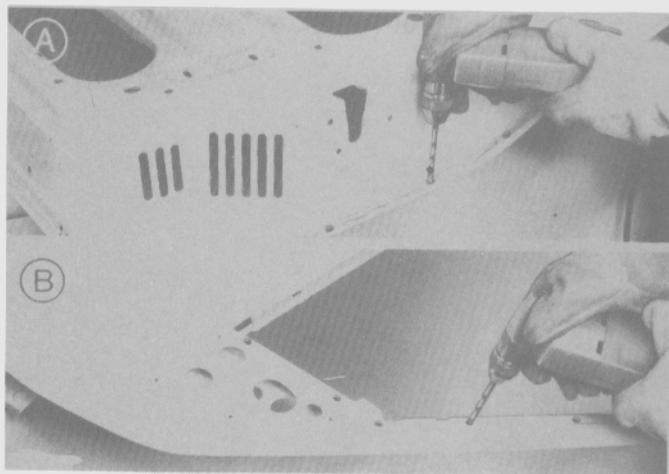

Fig. 180
- Perforar los puntos de soldadura en la pestaña remachada del panel exterior de la puerta y en la ventanilla (Fig. 180).